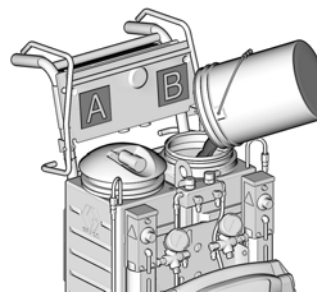

FIG. 8 : Remplir le réservoir B avec de la résine
5. Retirer le couvercle du réservoir B et verser la résine dans le réservoir B (côté bleu). Voir la FIG. 8.